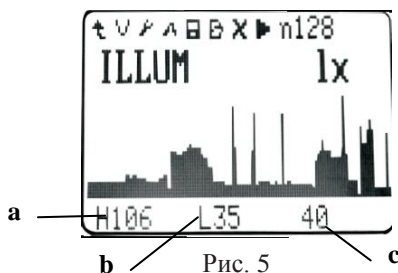

Рис. 5
Режим отображения данных на дисплее прибора может быть двух типов: символьный (рис. 3 и рис. 4) и графический (рис. 5). При символьном отображении на дисплей могут выводиться данные сразу с трех датчиков (рис. 4), в то время как при графическом отображении на дисплей могут выводиться данные только с одного датчика. После выбора режима отображения данных нажмите кнопку . Затем выберите необходимые ярлыки быстрого доступа с помощью кнопок  и , после чего нажмите кнопку  для применения соответствующих функций.
- В режиме графического отображения данных на дисплее параметр n определяет расположение текущих данных на графике (рис. 5).